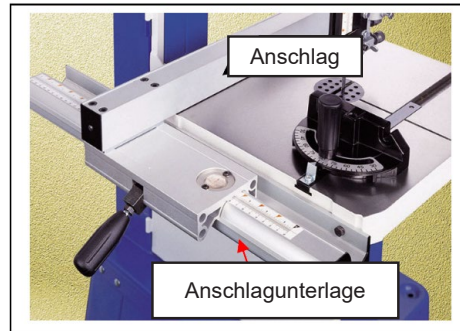

Abbildung 6
1. Befestigen Sie die Anschlagunterlage mit zwei Sechskantschrauben M6 x 20 und zwei Federscheiben M6 am Gusseisentisch (siehe Abbildung 6).